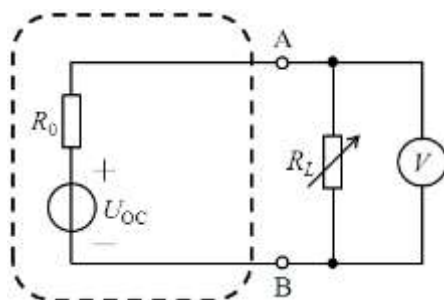

图 2.5
- 1) 测量电路如图 2.5 所示， R_L 为变阻箱，注意： U_{OC} 和 R_0 分别为前面测得的开路电压和等效内阻。